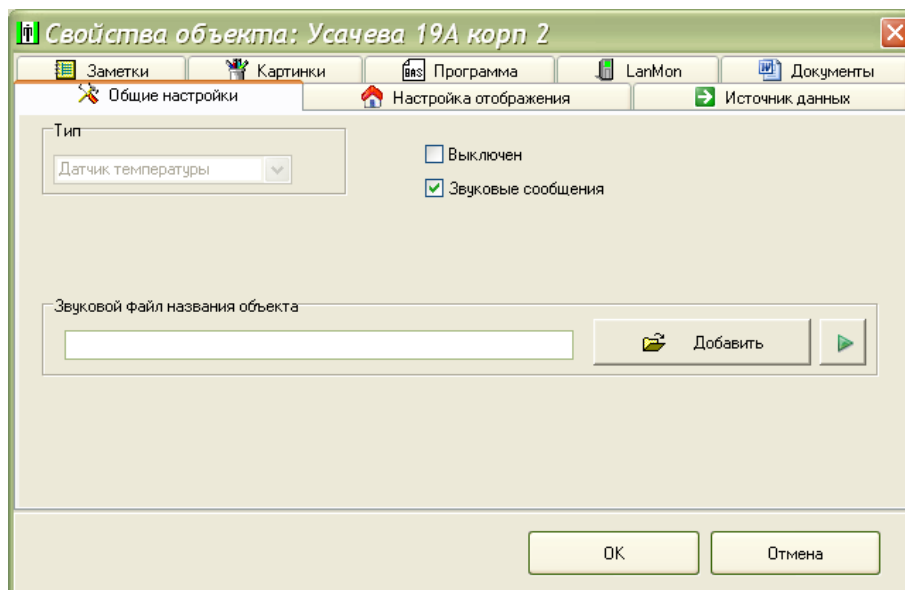

Рисунок 39
2) На вкладке «Общие настройки» установить галочку формирования звуковых сообщений. Снять галочку «Выключен» (рисунок 39).
4) Расположить значек датчика температуры на соответствующем месте на карте лифтов, например в машинном помещении (рисунок 39).